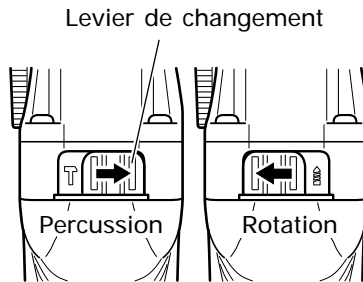

Fig. 5
9. Changement de PERCUSSION à ROTATION (Fig. 5)